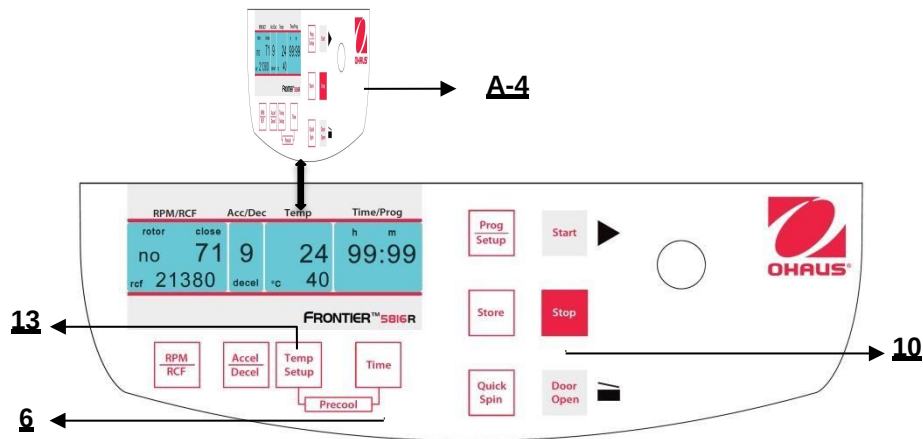
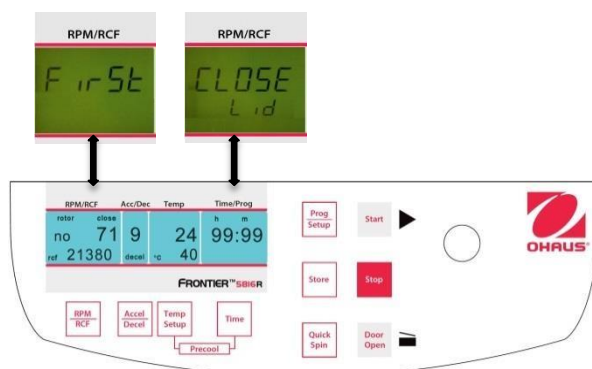

Figura 23
Figura 26
Se i campioni sono sensibili alla temperatura, è utile preraffreddare la centrifuga, il rotore e in ultimo i contenitori alla temperatura di funzionamento necessaria. Perciò, inserire il rotore desiderato e preimpostare la rispettiva temperatura. Si avvia il ciclo premendo simultaneamente i tasti **"Temp/Setup"** (13) (fare riferimento alla figura 23) e **"Time"** (6). Durante il funzionamento, il gruppo sceglie automaticamente una velocità di rotazione equivalente al 20% della velocità di rotazione del rispettivo rotore. Dopo aver raggiunto la temperatura preimpostata, è possibile lasciare il ciclo di preraffreddamento con il tasto **"Stop"** (10).
Chiudere il coperchio della centrifuga Adesso procedere come descritto in precedenza per impostare tutti i parametri di ciclo importanti. Se il coperchio non è chiuso quando si salva il programma, sul display **"RPM/RCF"** (A-1), lampeggiano alternativamente le parole **"FirSt"** e **"CLOSE Lid"** (Vedere figura 23). Se si vuole avviare il ciclo senza salvare il programma, sul display **"RPM/RCF"** (A-1) lampeggiano alternativamente le parole **"First"** e **"PrESS StoreE"** (Vedere figura 26) .
È possibile avviare la centrifuga con il tasto **"Start"** (9) (rif. figura 26) oppure con il tasto **"Quick Spin"** (8).